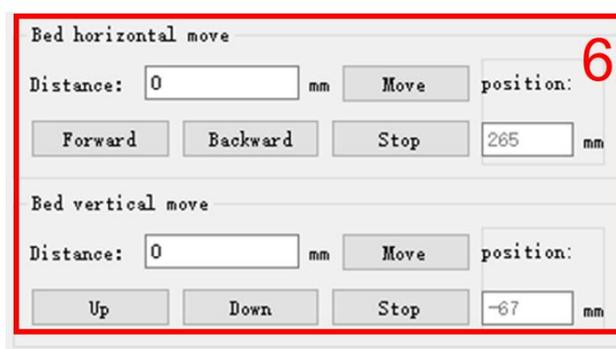

图 3.3.22 床体操作模块
(4).利用模块 6 (如图 3.3.22 所示) 将扫描物体移动至中心位置, 也可利用设备上的物理按键进行移动。